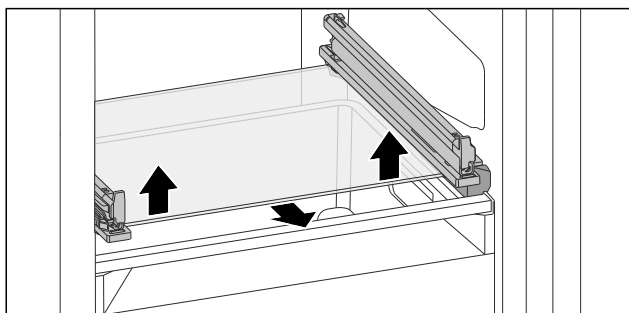

Fig. 73 Skleněná deska odklápěcí zásuvky
- Vytlačte skleněnou desku zdola na obou stranách nahoru. (viz Fig. 73)